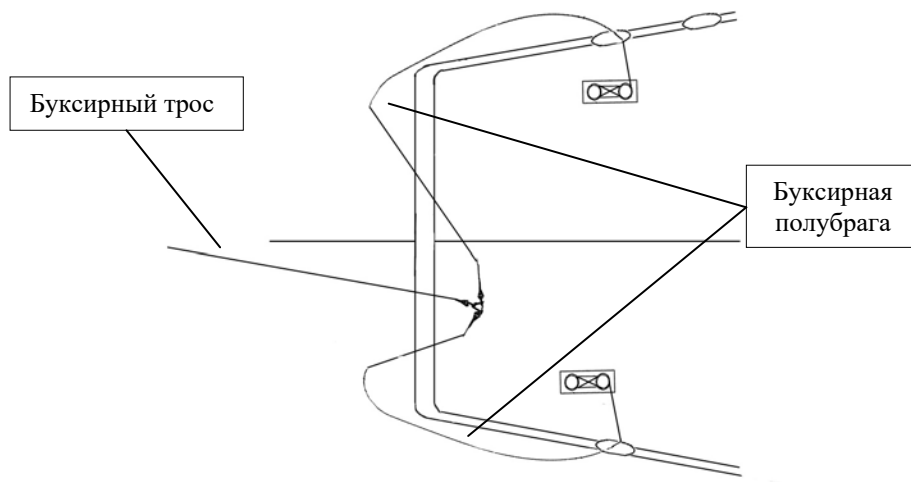

Рисунок 5.6 – Схема соединения буксирного троса судна – буксировщика с буксирными полубрагами
- подтянуть проводник с буксирным тросом судна - силами команды, как указано на рисунке 5.5 и соединить конец буксирного троса со скобой (см. рисунок 5.6);